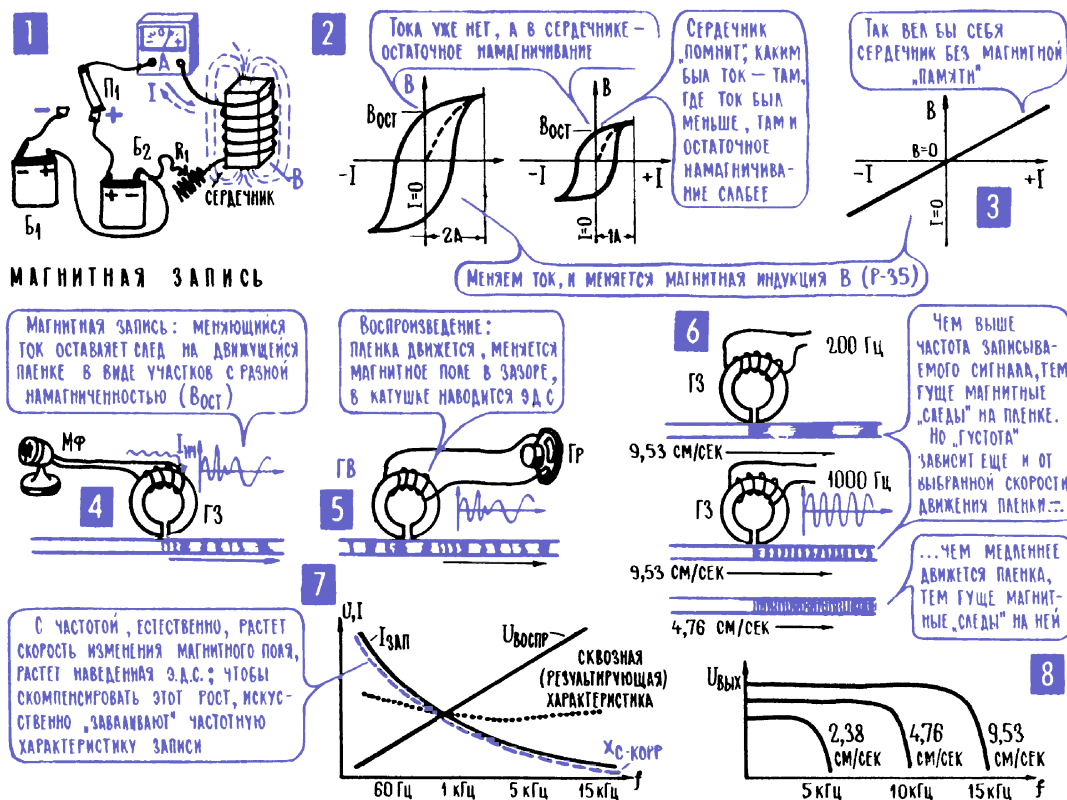

Рис. 13.13. Принципы магнитной записи
22. Магнитная фонограмма: изменения звукового давления записаны в изменениях намагниченности участков ленты из ферромагнитного материала. Чтобы понять физическую основу магнитной записи звука, нужно обратиться к явлению, хорошо известному из повседневного опыта, – к остаточной намагниченности. Иголka после соприкосновения с постоянным магнитом сама намагничивается, становится своего рода постоянным магнитом. Стальной сердечник, вставленный в катушку, по которой идет постоянный ток, сохранит некоторые остаточные магнитные свойства и после того, как ток в катушке прекратится. Все это и есть остаточный магнетизм, он связан с тем, что элементарные магнитики, однажды повернувшись под действием внешнего магнитного поля (гл. 5; 6), не полностью возвращаются в исходное положение, когда это внешнее поле исчезает; нужно приложить внешнее поле обратного направления, чтобы размагнитить кусок стали. Но когда это поле исчезнет, появится остаточная намагниченность другой полярности, более слабая, чем первоначальная. Чтобы полностью размагнитить стальной предмет, его помещают в магнитное поле, созданное переменным током, и медленно вытаскивают этот предмет из меняющегося поля. Само явление остаточной намагниченности называют гистерезисом, а график, который показывает, как идет процесс намагничивания, за свою форму получил название петли гистерезиса (рис. 13.13; 2).
¹¹ В быту это касается только высококачественных катушечных магнитофонов, причем, как правило, при достаточно высокой скорости движения ленты (19 см/с). Кассетные деки и тем более переносные магнитофоны с кассетами в принципе не могут обеспечить качество звучания, приближающееся к качеству «виниловых» проигрывателей (см. рис. 13.13; 8, а также в разделе 25 частотные характеристики записи на ленту при различных скоростях).
На графиках рис. 13.13; 2 видно, что остаточная намагниченность $B_{ост}$ (то есть намагниченность после прекращения тока) будет разной при разных значениях намагничивающего тока. От этих графиков до магнитной записи звука остается буквально один шаг. К катушке, намотанной на сердечник с воздушным зазором, подводим низкочастотный переменный ток $I_{нч}$ (рис. 13.13; 4), электрическую копию звука. Если протягивать мимо воздушного зазора стальную ленту, то меняющийся ток, точнее его меняющееся магнитное поле, создаст в различных участках ленты разную остаточную намагниченность: в те моменты, когда по катушке шел более сильный ток, намагниченность будет побольше; с уменьшением тока будет ослабевать и остаточная намагниченность. В итоге изменения намагниченности стальной ленты будут точно повторять изменения тока (а значит, звукового давления) во времени. Так же, как на пластинке, летопись звука
Замыкаясь через участок пленки, прилегающий к узкому зазору, магнитное поле оставляет на пленке очень узкий след, и запись ведется экономно, мелкими штрихами. А значит, пленку можно протягивать довольно медленно и на сравнительно небольшом куске пленки долго вести запись (рис. 13.13; 6).
25. Верхняя граничная частота записи определяется скоростью движения пленки и шириной рабочего зазора в головках. Владельцу магнитофона во всех случаях хотелось бы, чтобы пленка двигалась как можно медленнее, то есть чтобы одна кассета или катушка с пленкой звучала как можно дольше. Но скорость движения пленки нельзя выбирать произвольно, она определяет ту наибольшую частоту, которую удастся записать на фонограмме и которая определяет качество звучания магнитофонной записи. Чем более высокую частоту мы хотим записать, тем больше должна быть скорость пленки. Практически эту скорость выбирают с таким расчетом, чтобы фонограмма одного колебания самой высокой записываемой частоты по длине пленки занимала больше места, чем сам зазор магнитной головки (рис. 13.13; 6).
стандартом скорости удается получить такие предельные частоты записи и воспроизведения: скорость 19,05 см/с – предельная частота около 18 кГц, скорость 9,53 см/с – частота 12,5 кГц, скорость 4,76 см/с – примерно 8 кГц и скорость 2,38 см/с – предельная частота около 5 кГц. Во многих магнитофонах предусмотрены две, а то и три скорости записи и воспроизведения, и, конечно, при меньшей скорости пленки звучат дольше, а частотная характеристика в области высших частот «кончается» раньше (рис. 13.13; 8). Нужно сказать, что магнитная пленка постепенно стирает головку, и ее характеристики в какой-то степени меняются.